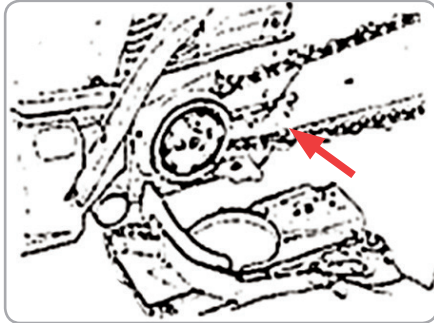

Fig.3
- Trageți lanțul la pinion și, în timp ce montați lanțul fierăstrăului în jurul barei de ghidare, montați bara de ghidare pe unitatea de alimentare. Reglați poziția piuliței de tensiune a lanțului pe capacul lanțului la gaura inferioară a barei de ghidare (fig.3).